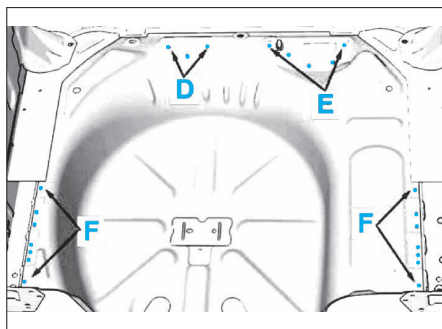

FIG. 62
- Dépointer le plancher en D,E et F (Fig.62).